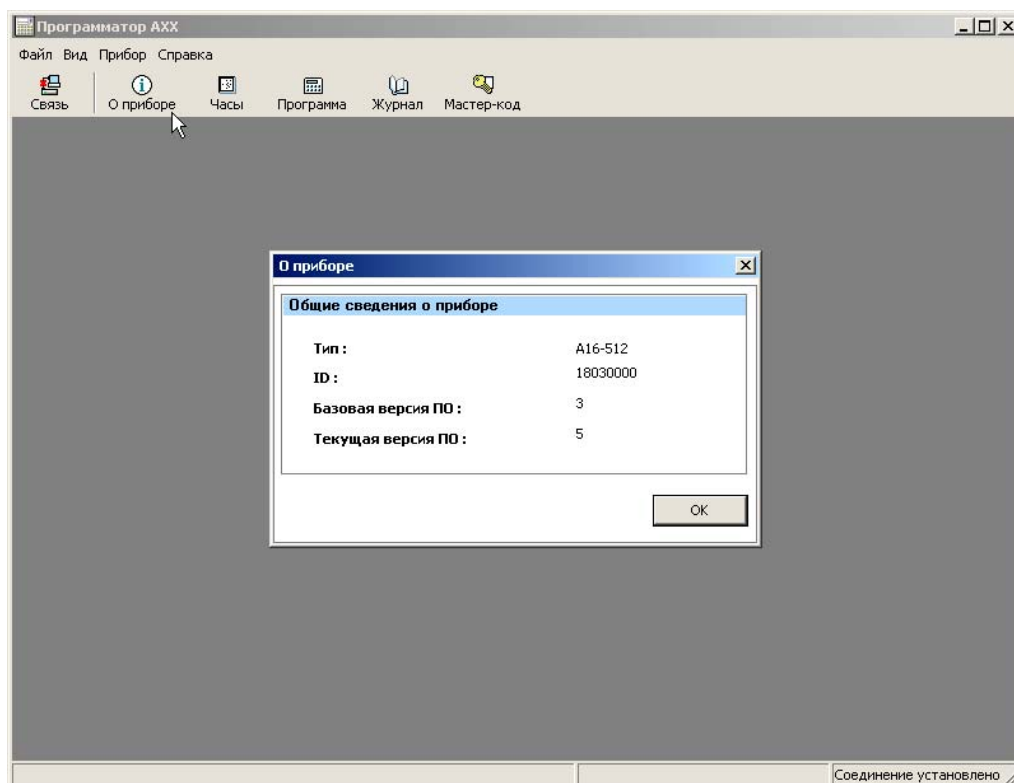

Рисунок 4 – Просмотр общих сведений о программируемом устройстве
2.3.1.2 Сервисная иконка «О приборе». Кликнув на иконку «О приборе» возможен вывод справочной информации о программируемом устройстве, рисунок 4: